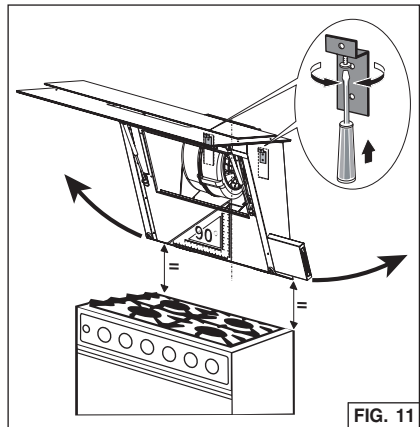

FIG. 11
6. Nivele la campana a través de la utilización de (2) tornillos del soporte de montaje. Fig. 11.